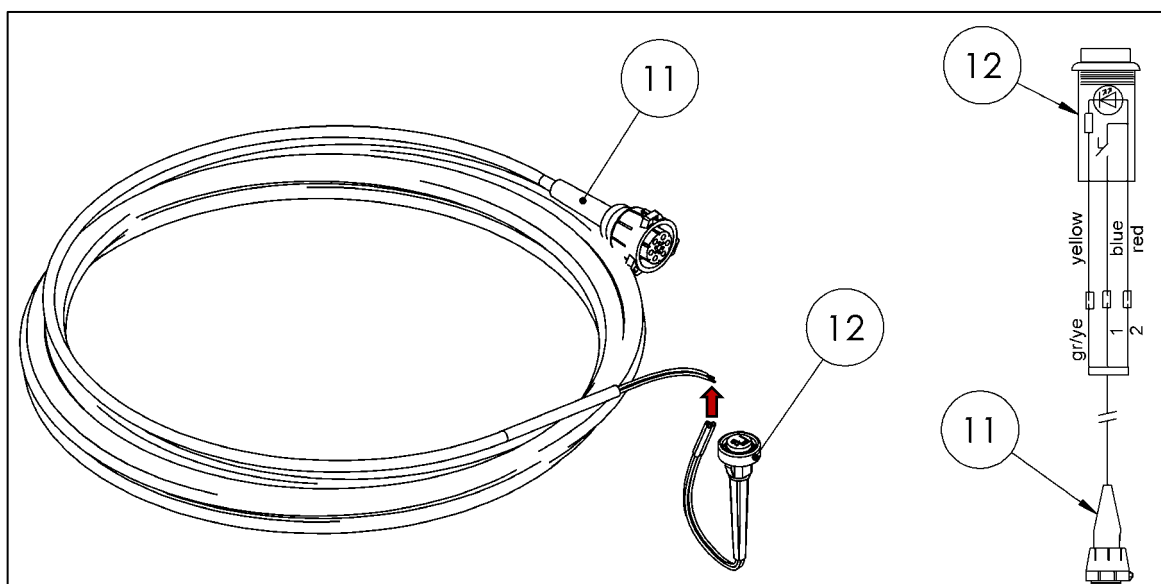

Abbildung 59
- Einschaltatz gemäß Abbildung 59 anschließen